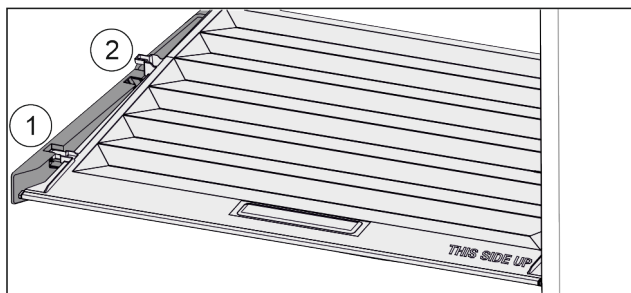

Fig. 40
- ▶ Deksel tot de opening in de vasthoudelen naar voren trekken Fig. 40 (1).
- ▶ Aan de achterkant vanaf de onderkant omhoog tillen en vanaf de bovenkant verwijderen Fig. 40 (2).